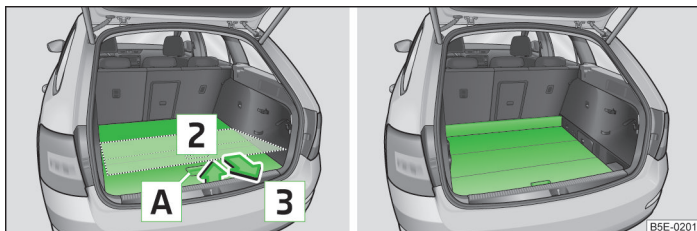

Fig. 96 Réglage de la position inférieure du plancher de chargement variable / plancher de chargement variable sur sa position inférieure
- Saisissez la partie arrière du plancher de chargement variable par la poignée  » fig. 96.